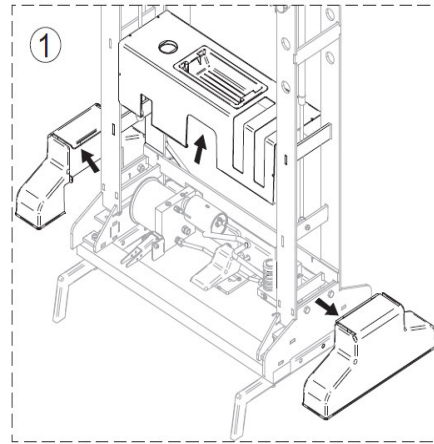

Abb. 15: Demontage der Schutzabdeckungen
Schritt 1: Demontieren Sie die Abdeckungen an den Außenseiten des Fußbereichs des Rahmens und die obere Gehäuseabdeckung der Hydraulikeinheit (Abb. 15).